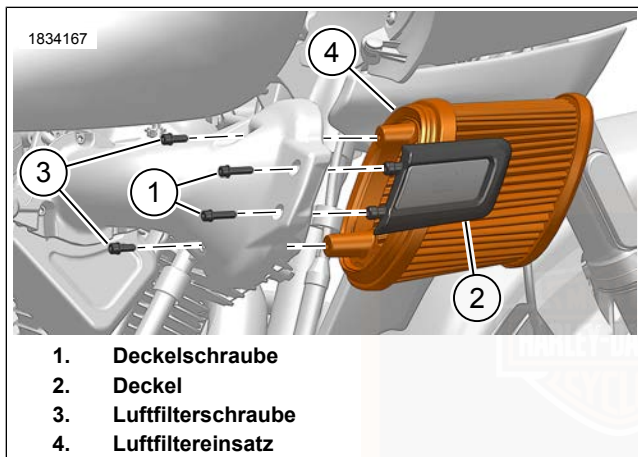

Abbildung 102. Luftfiltereinsatz
1. Siehe Abbildung 102. Die beiden Abdeckungsschrauben (1) entfernen, dann die Abdeckung (2) entfernen.
2. Die Luftfilterschrauben (3) entfernen, dann den Luftfiltereinsatz (4) entfernen.
1. Siehe Abbildung 102. Loctite 243 MEDIUM STRENGTH THREADLOCKER AND SEALANT (BLAU) auf die Gewinde der Luftfilterschrauben (3) auftragen.
2. Den Luftfiltereinsatz (4) anbringen.